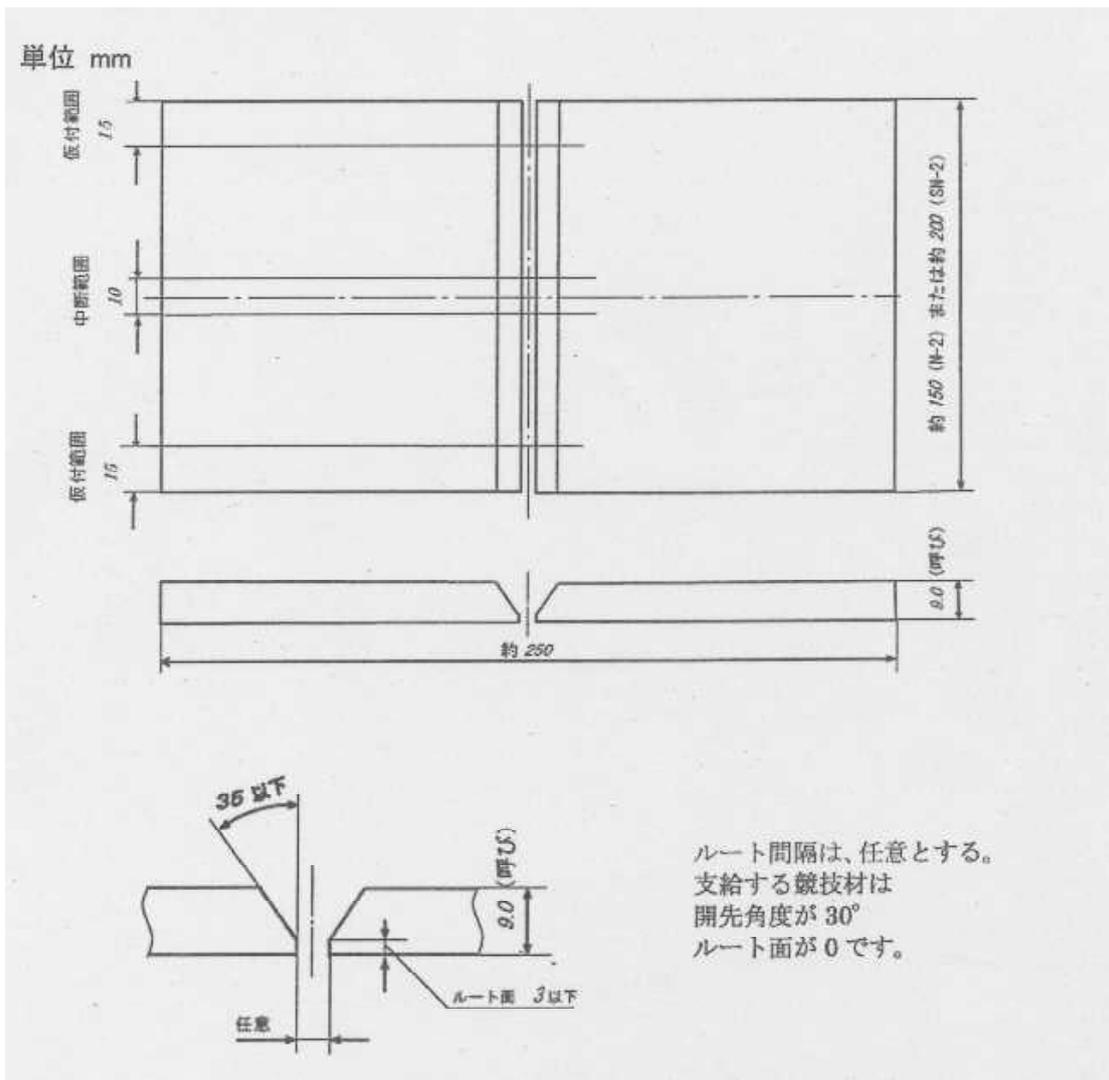
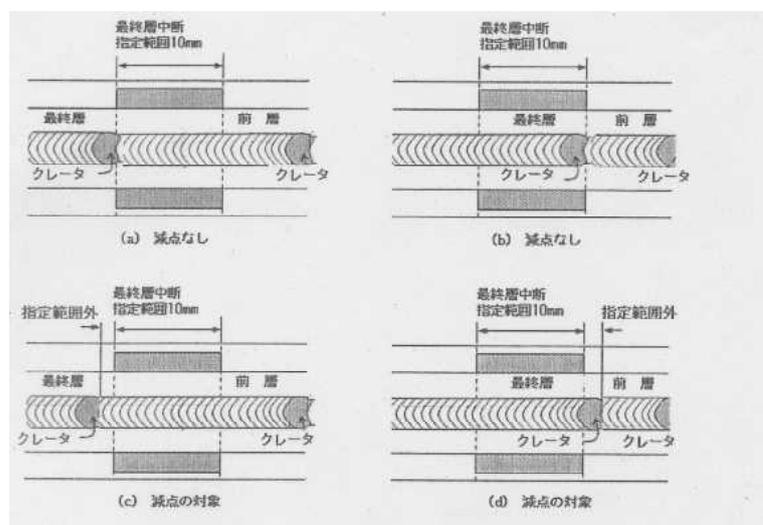

図 1 競技材の寸法・形状
図 2 アーク中断位置の定義
- (1) 競技時間は、タック溶接、本溶接、競技材の清掃及び実行委員の確認を要する時間を含め30分とする。30分経過後は、未完成であっても競技材を提出すること。
- (2) ルート間隔の確保と競技材のタック（仮付け）溶接は、図1「競技材の寸法・形状」のように競技材端面から15mm以内の裏面から行うこと。ルート間隔は任意とする。
- (3) タック溶接終了後、審査員の確認を受けなければならない。
- (4) 被覆アーク溶接下向姿勢部門及び炭酸ガスアーク溶接下向姿勢部門の本溶接は、作業台から試験材料を5mm以上浮かせて溶接できるように、主催者が用意する帯板の上で溶接をすること。
- (5) 炭酸ガスアーク溶接立姿勢部門の本溶接は、固定具に鉛直に取り付けること。本溶接に入る前に実行委員に取付状態の確認を受けること。
- (6) 溶接層数、パス数、溶接方向については、次のとおりとする。
- ①溶接層数及びパス数は自由とする。パスの方向も自由とする。
- ②使用する溶接棒または、溶接ワイヤは申告したもの以外は使用できない。（溶接棒の棒径は、複数の混用ができる）
- ③被覆アーク溶接下向姿勢部門及び炭酸ガスアーク溶接下向姿勢部門の最終層の溶接では、図2「アーク中断位置の定義」のように、溶接線中央部10mmの指定範囲内でアークを中断し、実行委員に申告して、確認を受ける必要がある。確認後、中断前と同じ方向に溶接を継続すること。所定の中断範囲外であると、減点対象となる。
- ④炭酸ガスアーク溶接立向姿勢部門の初層及び最終層の溶接では、図2「アーク中断位置の定義」のように、溶接線中央部10mmの指定範囲内でアークを中断し、実行委員に申告して、確認を受ける必要がある。確認後、中断前と同じ方向に溶接を継続すること。所定の中断範囲外であると、減点対象となる。
- (7) 溶接終了の合図により、競技溶接は終了とする。溶接終了後は、溶接機の電源を切ること。（炭酸ガスアーク溶接では、併せてガスボンベのバルブを閉止すること）